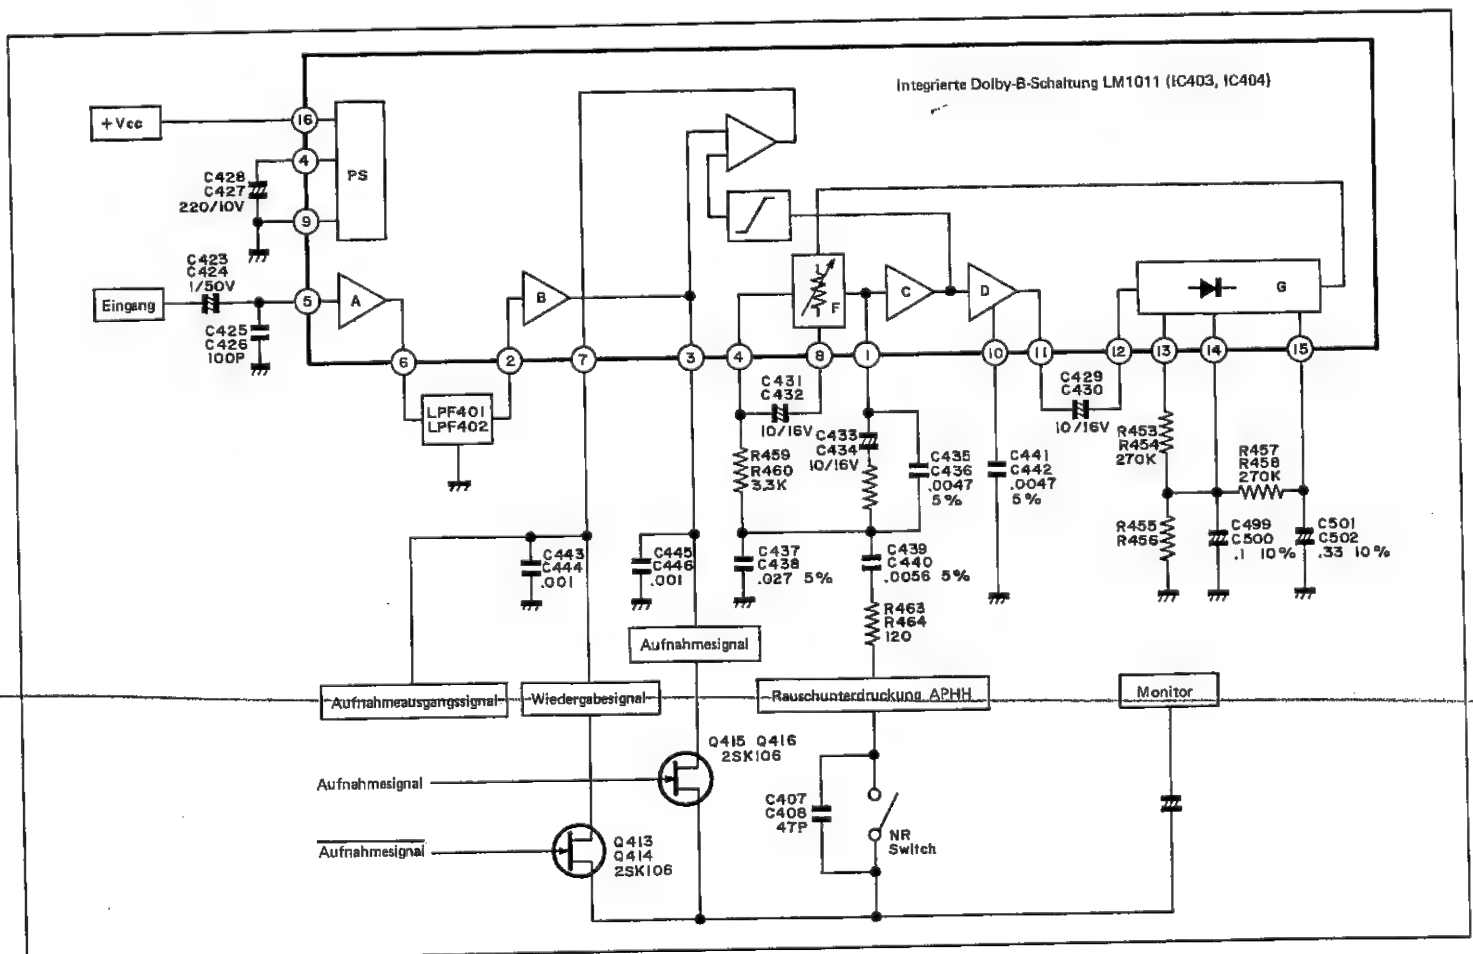
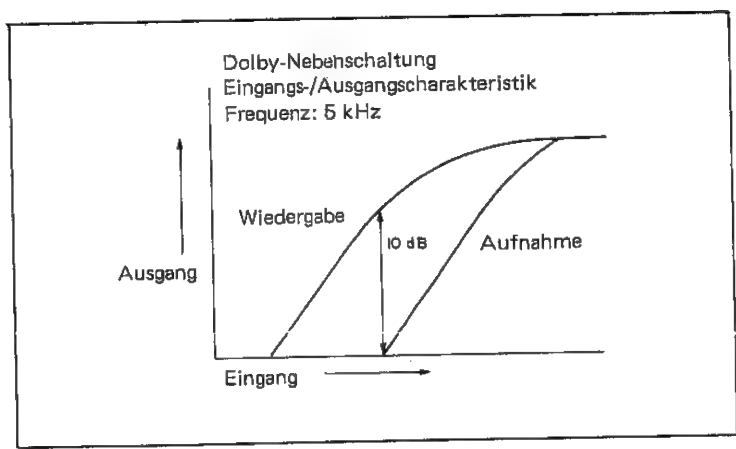
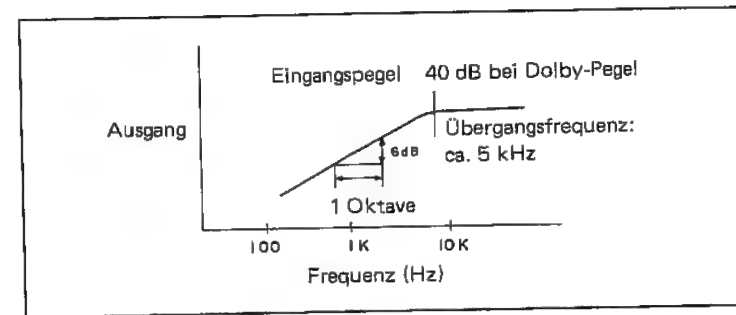

Abbildung 11-2
Abbildung 12-1
Abbildung 12-2
Der Dolby-Summierer (E) dient Jedoch nur zur Umpolung und hat den Verstärkungsgrad 1. Die Dolby-Nebenschaltung (F, C, D, G) ist ein schnellansprechender Begrenzerkreis für hohe und mittlere Frequenzen. Abbildung 12-1 zeigt die Eingangs-/Ausgangscharakteristik der Dolby-Nebenschaltung; sie ist frequenzabhängig. Die in der Abbildung 12-2 gezeigte Frequenzcharakteristik entspricht der eines Hochpaßfilters von 6 dB/Oktave.
Die in der Abbildung 11-2 gezeigte Hochpaßcharakteristik von 6 dB/Oktave wird durch die Gesamtimpedanz von C439 (C440), C437 (C438), C435 (C436), R463 (R464), R459 (R460) und R461 (R462) bewirkt. Für die Dämpfung werden die Filterimpedanzen zueinander addiert. Weil die Gleichspannung im Verhältnis zum Eingangspegel zum Dämpfungsglied (F) zurückgeführt wird, wird die in Abbildung 12-1 gezeigte Eingangs-/Ausgangscharakteristik erhalten.